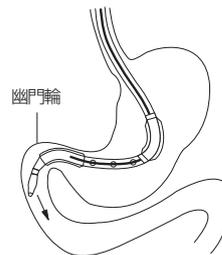

図12
11. 本品の先端が幽門輪を通過したら、ガイドワイヤーを少しづつ抜き、十二指腸下行脚から上行脚へチューブを押し進める（図12）。